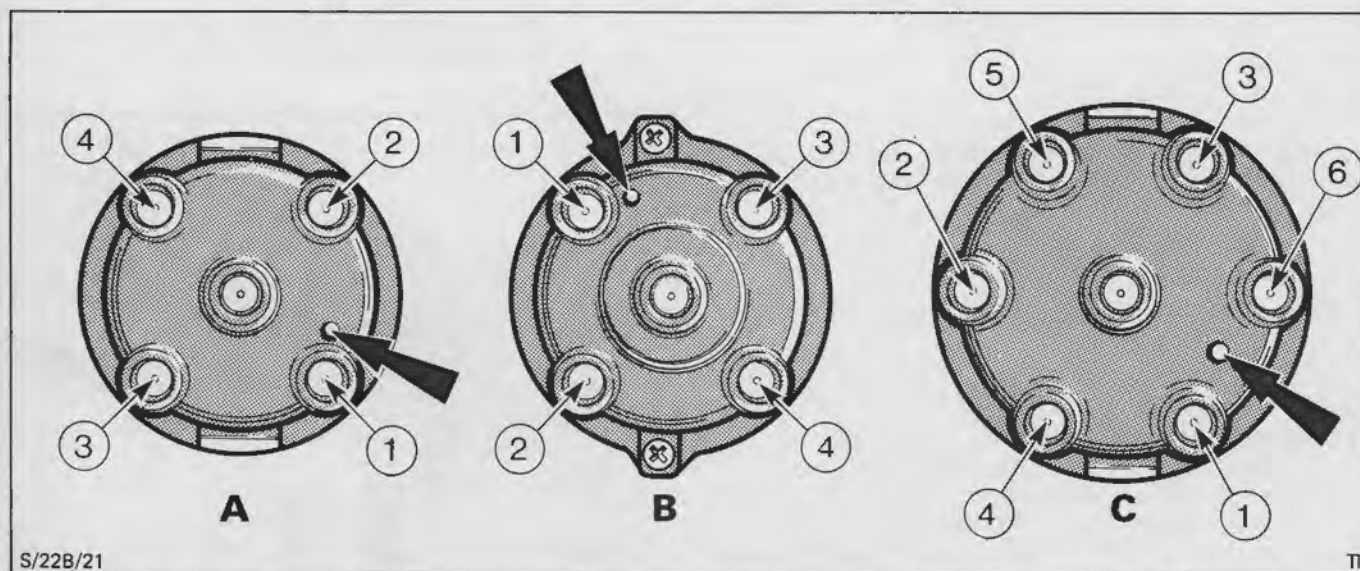

Fig.36. Identifikation af strømfordelerdækslernes klemmer med pil ved punktet, der angiver cyl. nr. 1.
3. Forbind ledningerne i den rigtige rækkefølge, Fig.36 (tændingsrækkefølge OHC - 1342; V6 - 142536). Monter fordelerdækslet og spænd det fast. Monter luftfiltret på V6 varianter.